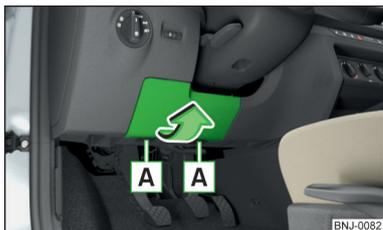

Fig. 199
- Quitar la cubierta de la caja de fusibles» fig. 199 en el sentido de la flecha.